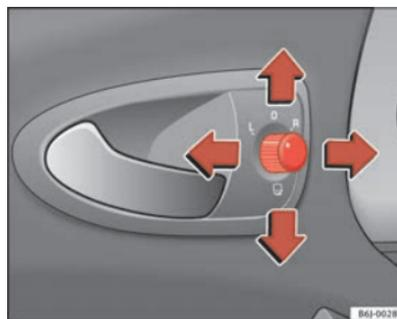

Abb. 65 Drehknopf für Außenspiegeleinstellung
1. Drehen Sie den Drehknopf ⇒ Abb. 65 zunächst in Stellung **L** (**linker Außenspiegel**).
- Drehen Sie den Drehknopf ⇒ Seite 111, Abb. 65 in Stellung , um die Außenspiegel anzuklappen. Sie sollten die Außenspiegel immer anklappen, wenn Sie eine automatische Waschanlage durchfahren, um Beschädigungen zu vermeiden.